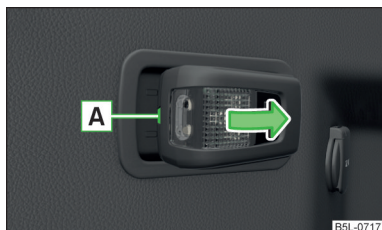

Fig. 184
- Extraire la lampe » fig. 184 en la tirant dans le sens de la flèche.